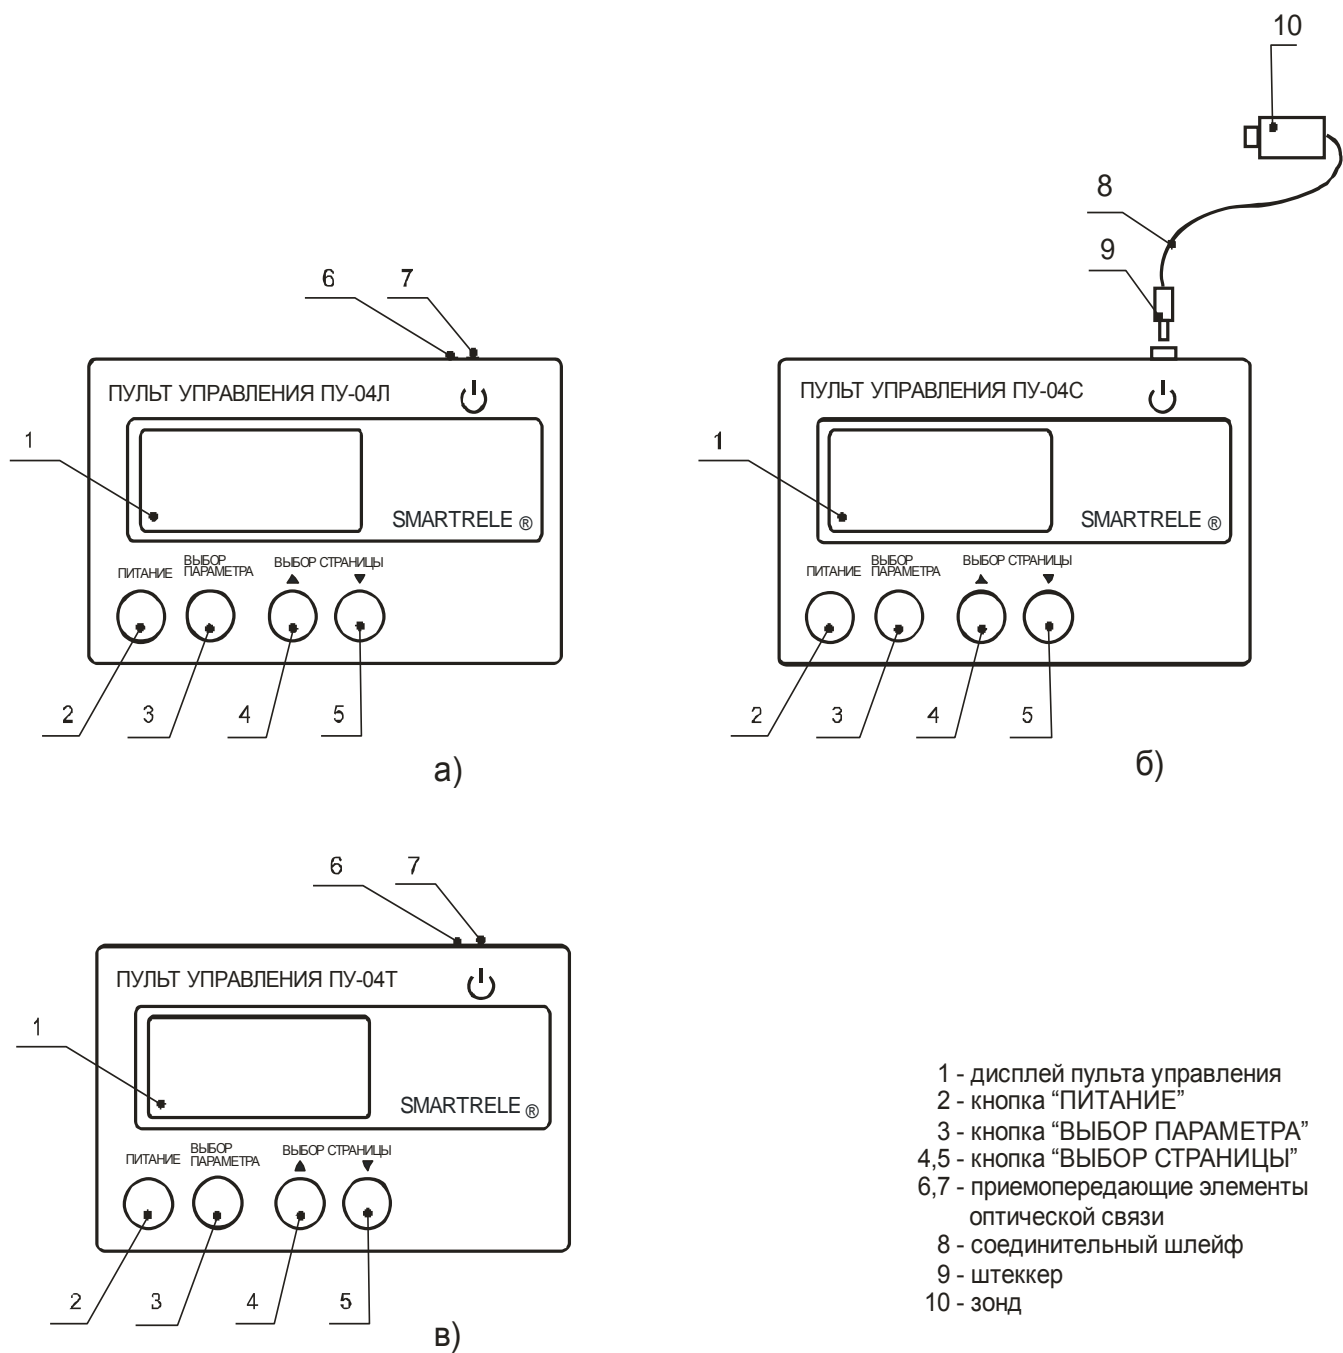

Рисунок 2 – общий вид пультов, расположение их органов индикации и управления
8.4.1 Нажмите кратковременно кнопку "ПИТАНИЕ" пульта (рис.2,а). На дисплее появится сообщение: